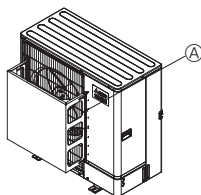

Fig. 2-3
- ② U míst, kde může silný vítr (tafunj atp.) vstupovat přímo do výstupu vzduchu, namontujte volitelné vedení vzduchu. (Fig. 2-3)